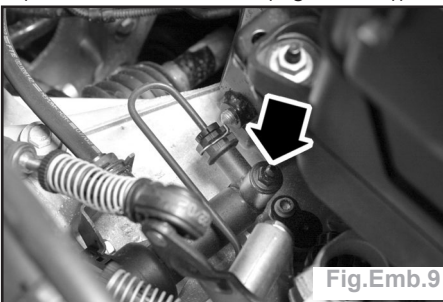
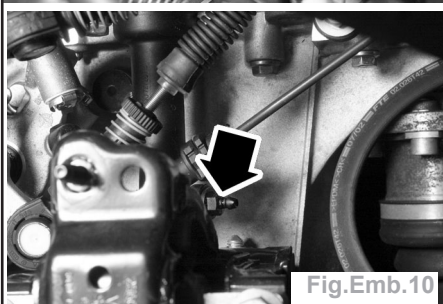

Fig.Emb.9
Fig.Emb.10
- Déposer le capuchon de protection de la vis de purge sur le cylindre récepteur (boîte de vitesses **02T** (Fig.Emb.9) et **02R** (Fig.Emb.10)) ou l'ensemble purgeur (boîte de vitesses **02M** (Fig.Emb.11)).